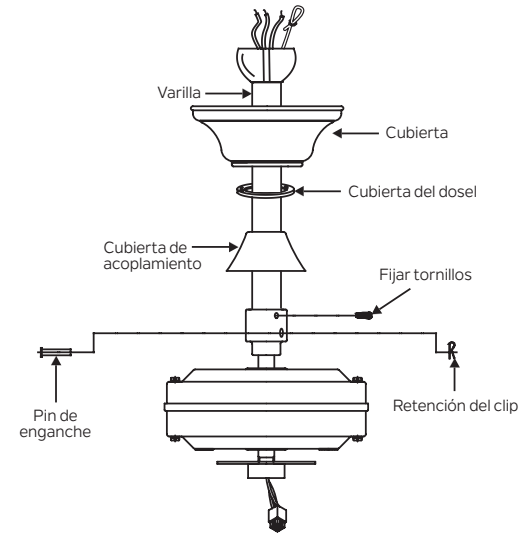

Fig. 9
Paso 8. Deslice la cubierta del acoplamiento, la cubierta del dosel y el dosel en la varilla descendente. (Fig. 9)